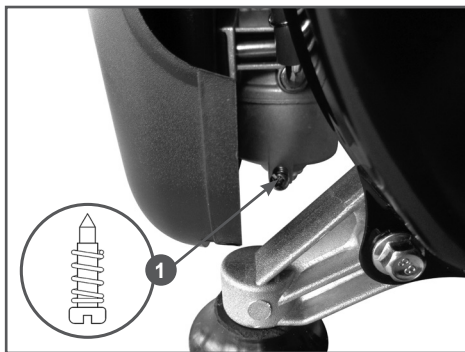

Рис. 14 Слив топлива из карбюратора
3. Выкрутите винт сливного отверстия (Рис. 14 п. 1) на 1-2 оборота и слейте топливо из поплавковой камеры карбюратора.